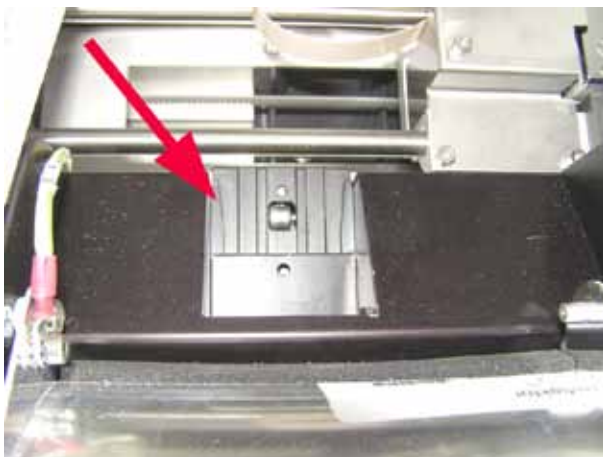

Fig. 47
- Sliske til udføring af objektglas (→ "Fig. 47")
Slisken skal være ren (→ "Fig. 47").